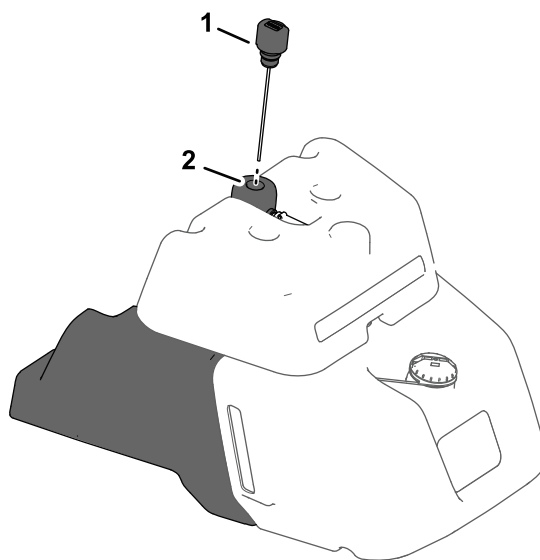

Figura 37
- Se la vostra macchina è dotata di un indicatore del carburante nella parte laterale del serbatoio del carburante, individuate l'asta di livello per l'impianto idraulico nella parte superiore del serbatoio idraulico (Figura 37) e procedete al passaggio 5.